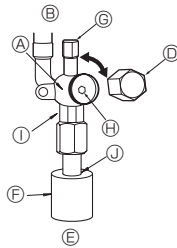

Fig. 4-5
(1) Lado do Gás/Líquido do ZM71 (Fig. 4-5)
- ① Retire a tampa e rode a válvula para a esquerda o máximo que puder com uma chave sextavada de 4 mm. Pare de rodar quando esta alcançar o batente.